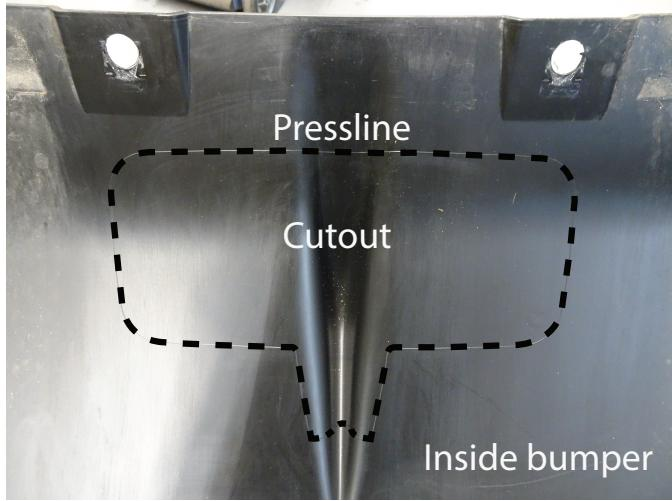

Fig. 3
10. Для Veloce: Отпилить обозначенную часть, как указано на рис. 3.